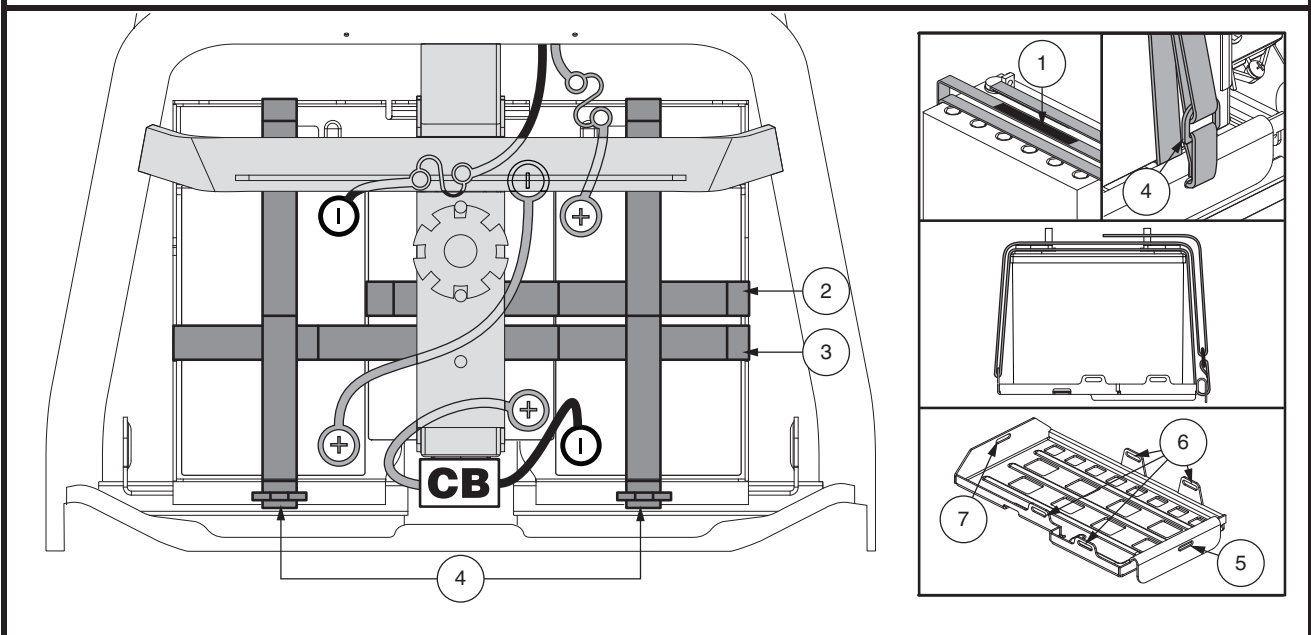

Figura 14. Fissaggio della batteria
N.B.: Utilizzare le cinghie in dotazione per fissare le batterie nei rispettivi alloggiamenti. Per la corretta procedura di installazione e fissaggio delle batterie fare riferimento alla **figura 14.**